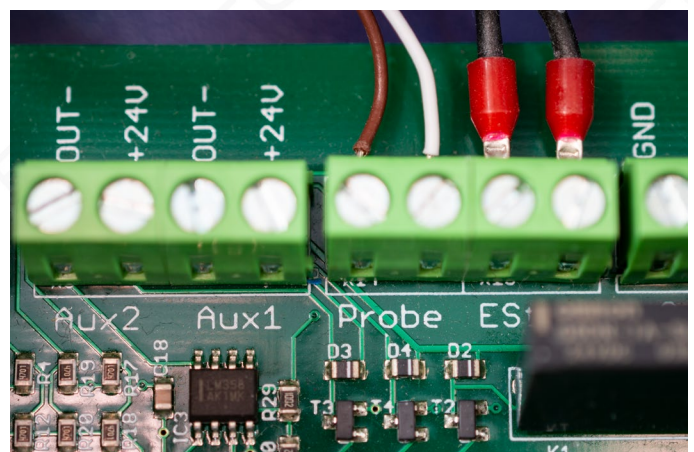

Bild 15: Anschluss des Werkzeiglängensensors, hier mit brauner und weißer Ader
- Klemmen Sie das Kabel des Werkzeiglängensensors an, wie in Bild 15 gezeigt.